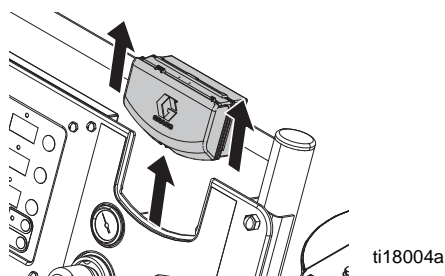

FIG. 17. Retiro del módulo DataTrak
3. Retire el módulo DataTrak de la ménsula. Vea la FIG. 17. Lleve el módulo y el cable conectado a una ubicación no peligrosa.